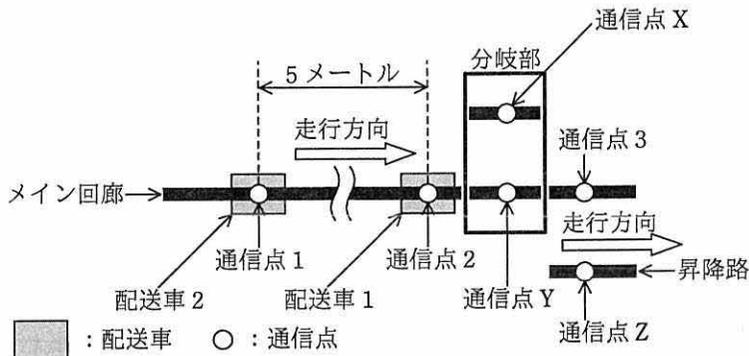

図 5 昇降路への分岐部に差し掛かったときの分岐部周辺の状態
他のフロアに移動する配送車 1 と配送車 2 が 5 メートル間隔で昇降路への分岐部に差し掛かったときの分岐部周辺の状態を図 5 に示す。
分岐部周辺には走行方向に 0.5 メートル間隔で通信点 (2, 3, X, Y, Z) が配置されている。図 5 の場合の分岐は次のように行われる。
- (2) 図 5 の状態の制御に関する記述中の ～ に入れる適切な字句を答えよ。